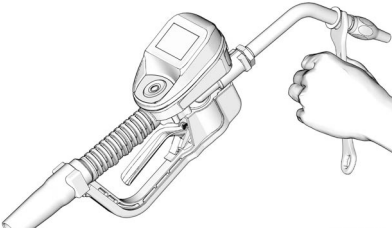

FIG. 12
2. Med en skiftnyckel med öppen ände på munstycksbussningens platta del drar du åt ordentligt (FIG. 12).
- Undvik att skada munstycket genom att *endast* dra åt munstycket med skiftnyckeln på munstycksbussningens platta del enligt FIG. 12.